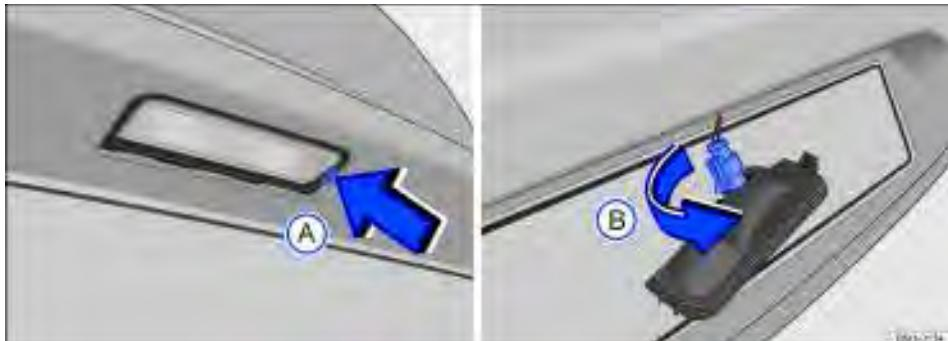

Fig. 190 No para-choque traseiro: remover a lanterna da placa de licença e o soquete da lâmpada.
2. Com o auxílio de uma chave de fenda, pressionar a trava ⇒ Fig. 190(A) para remover o conjunto.
3. Girar o soquete da lâmpada no sentido da seta (B), e desencaixá-lo do alojamento.
7. Posicionar o soquete no alojamento e girar no sentido contrário ao da seta (B).